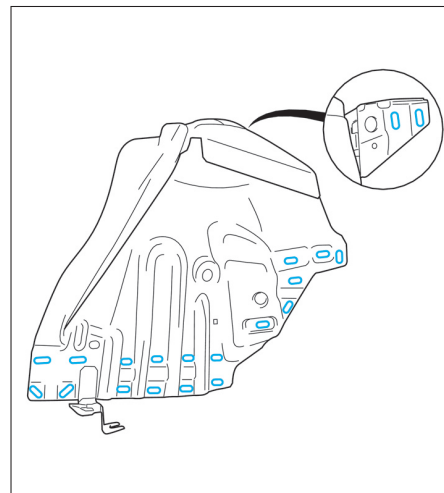

FIG. 13
- Effectuer vingt trous oblongs de 6 x 20 mm dans le passage de roue (Fig.13).